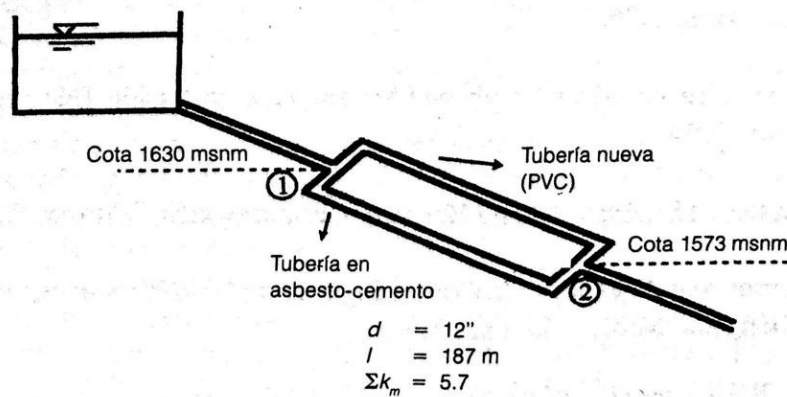

Figura P5.19
- 5.19** En el subsistema de distribución de agua potable del acueducto de Pereira, Colombia, que parte del tanque Matecaña se tiene una tubería con las características mostradas en la figura P5.19. El caudal máximo que puede fluir por esta tubería es 239.4 l/s. La presión en el nodo de entrada equivale a 25.3 m de agua y la del nodo final es de 17.6 m de agua. Si se quiere que el caudal aumente a 390 l/s, ¿cuál deberá ser el diámetro de la nueva tubería si su longitud y coeficiente de pérdidas menores son iguales a la de la tubería original y el material es PVC? ¿Cuáles son los caudales finales en cada una de las tuberías? ¿Cuál es la cabeza final en el nodo ②?